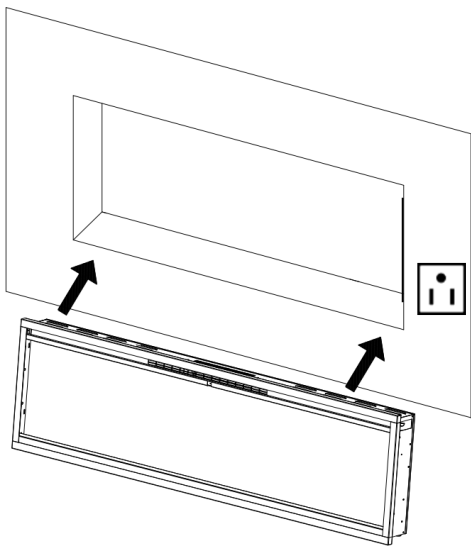

Fig. 2-1
2. soulevez le foyer de deux adultes, placez-le dans le cadre de gros œuvre et fixez-le avec deux vis à bois (B) à travers les trous (figures 2-1 et 2-2).